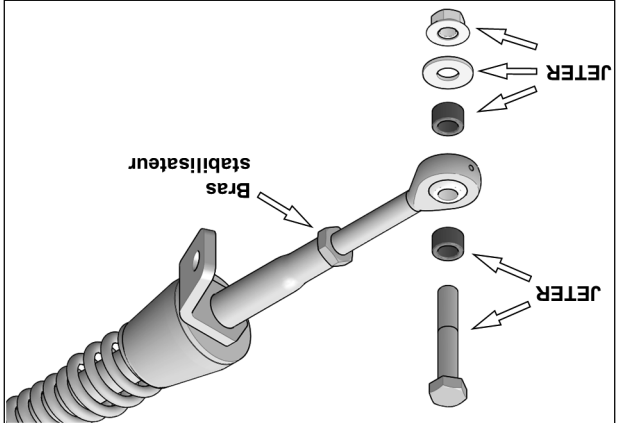

Fig. 14
3. Enlever et jeter les boulons, rondelles, espaceurs et écrous installés aux rotules des bras stabilisateurs des systèmes avant. Voir la Fig. 14